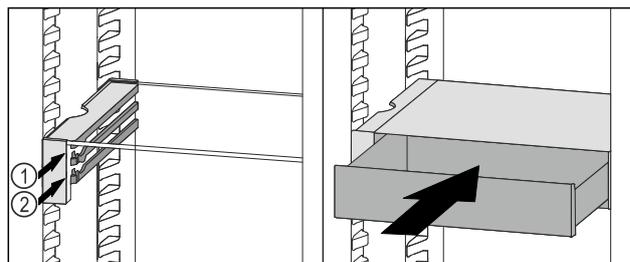

Fig. 55
- ▶ Coloque el cajón VarioSafe en la nervadura deseada Fig. 55 (1) o Fig. 55 (2) detrás de los topes.